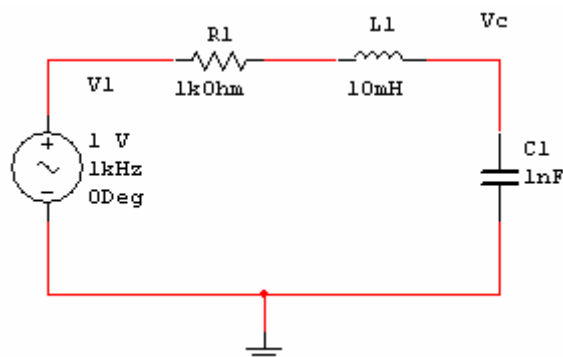

Figura .4.13. Circuito RLC para el análisis de frecuencia
Como ejemplo estudiaremos la respuesta frecuencial de un circuito RLC como el de la figura 4.13.
Para realizar el estudio de la respuesta en frecuencia del circuito RLC de la figura 4.13 se seguirán los siguientes pasos:
- Montar el circuito de la Figura 4.13